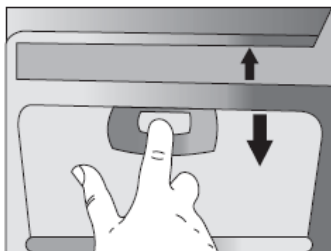

Рис. 1
- Снять алюминиевый жироулавливающий фильтр (чаще всего располагается в нижней части вытяжки) (Рис. 1)